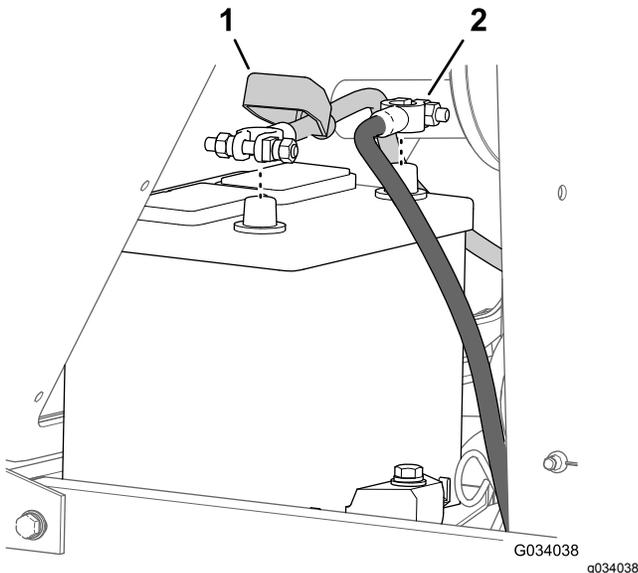

Figura 53
2. Desconecte el cable negativo (-) del borne de la batería (Figura 53).
3. Aleje el capuchón aislante de la abrazadera del cable de la batería (Figura 53).
4. Desconecte el cable positivo (+) del borne de la batería (Figura 53).
7. Conecte el cable positivo (+) al borne positivo de la batería (Figura 53).
8. Conecte el cable negativo (-) al borne negativo de la batería (Figura 53).